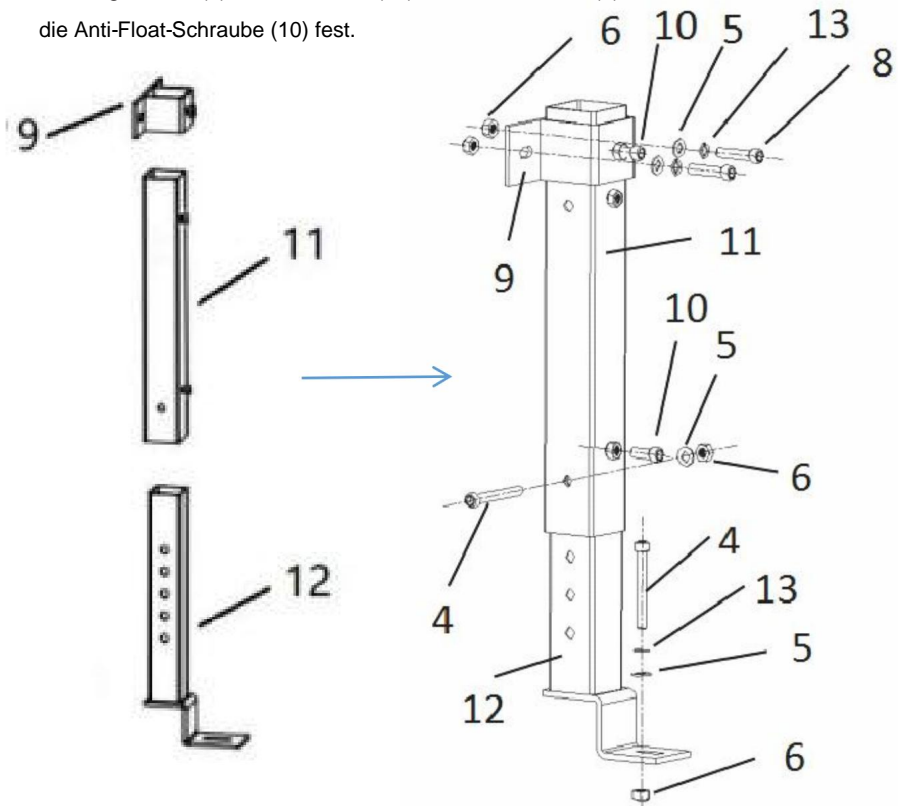

Abbildung 2
Montieren Sie die Montagehalterung (9), die verlängerte Halterung (11) und die Basishalterung (12) auf einer Seite der Ladefläche. Siehe Abbildung 2.
A. Markieren Sie die 3 Bohrlöcher auf dem LKW-Gepäckträger für die Montagehalterung (9) und Grundhalterung (12) und bohren Sie die Löcher
B. Stecken Sie den Bolzen (4) in die verlängerte Halterung (11) und die Basishalterung (12),